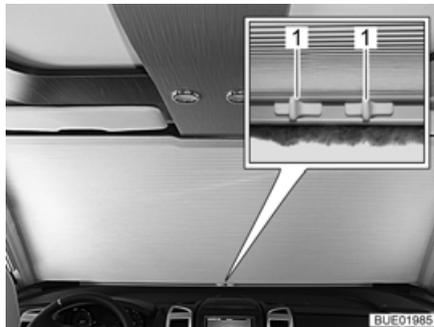

Fig. 102 Oscurecedor manual de la luna delantera, cerrado
- Comprimir los tiradores (Fig. 102,1).